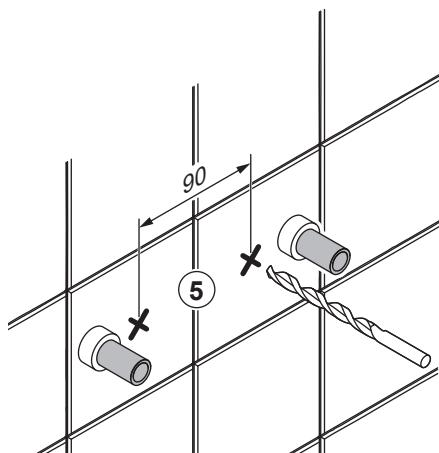

Fig. 1
Alla infästningar med skruv genom tätskikt ska tätas, se "Fig. 1" eller "Fig. 2". Material för tätnings ska fästa mot underlaget och vara vattenbeständig, mögelresistent och åldersbeständigt.
- The screw mountings where the bath or shower will be installed should be of a sturdy design, for instance made of concrete, wooden studs, wooden nogging pieces or a design that has been tested and approved for mounting. If mountings are fitted with screws through the moisture barrier, the holes must be sealed. See "Fig. 1" or "Fig. 2". The sealant material must attach firmly to the underlying surface and be water-resistant, mould-resistant and non-ageing.
5. Skruinfestinger på steder for bad eller dusj skal gjøres i betong eller annen massiv konstruksjon, trebjelker, trestendere eller i konstruksjon som er testet og godkjent for innfesting. Alle innfestinger med skru gjennom tettesjikt skal tettes, se "Fig. 1" eller "Fig. 2". Materialer for tetting skal feste mot underlaget og være vannbestandig, mugresistent og aldersbestandig